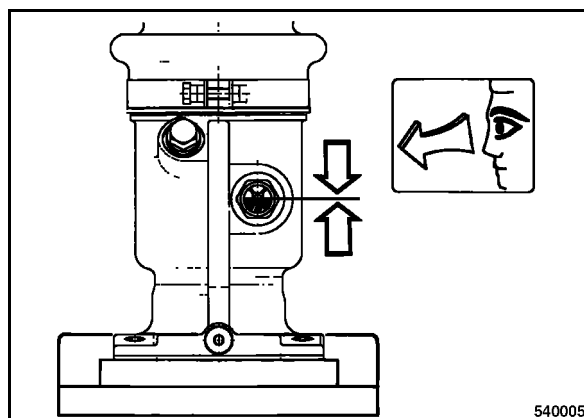

рис. 39
- Очистить смотровое стекло (рис. 39).